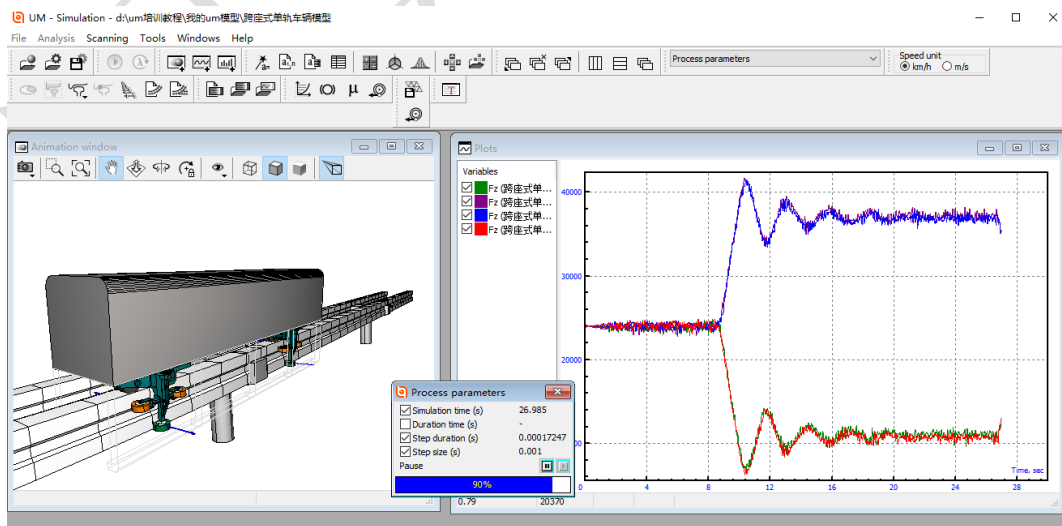

图 3-110
24) 仿真过程如图 3-110，如果将动画窗口最小化或关闭，计算会非常快。